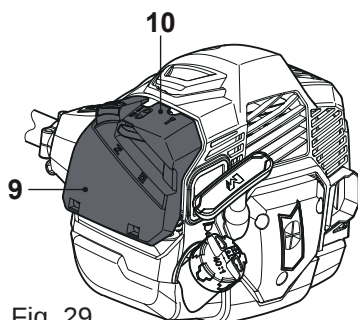

Fig. 29
- > Appuyez sur le loquet [10] et abaissez le couvercle [9] (Fig. 29, 30).